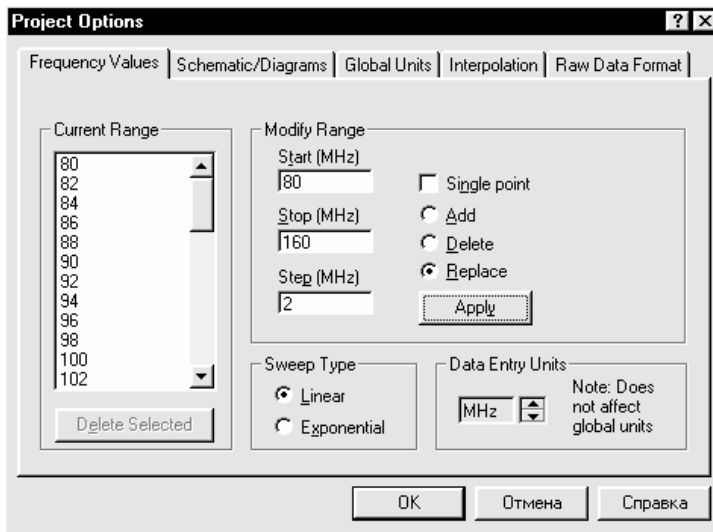

Рис. 3.44
3. Нажмите панель **Frequency Values**. Введите **80** в поле **Start**, **160** в поле **Stop**, **2** в поле **Step**. Нажмите **Apply**. Диапазон частот отображается в окне списка **Frequency Value**, как показано на рис.3.44.